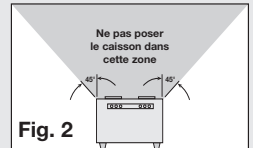

Fig. 2
- N'est pas destiné à une utilisation dans des zones de cuisson (Fig. 2).